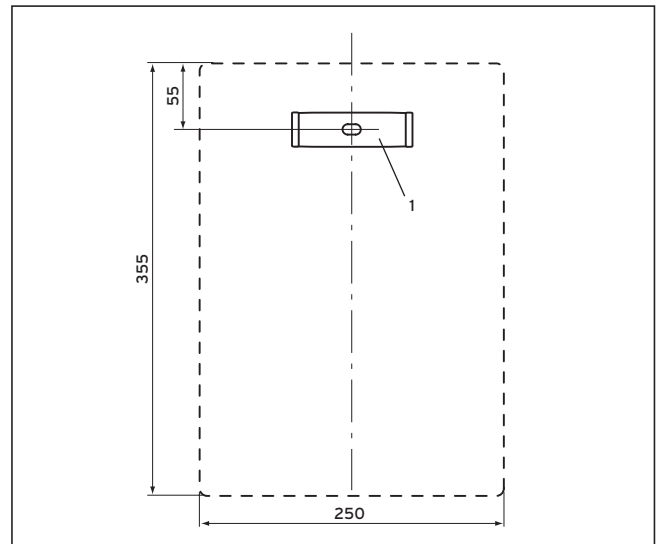

Fig. 2.2 Montaggio del supporto a muro
- Effettuare un foro per un tassello in plastica 10x40 mm (vedi fig. 2.2).